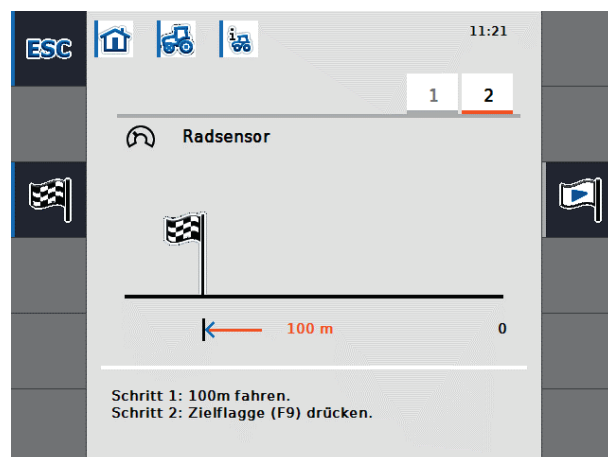

Figura 8-20: Calibratura - Arrivo
- Avanzare per una distanza di 100 metri e premere il tasto funzione F9 "Bandiera di arrivo" (cfr. Figura 8-20).